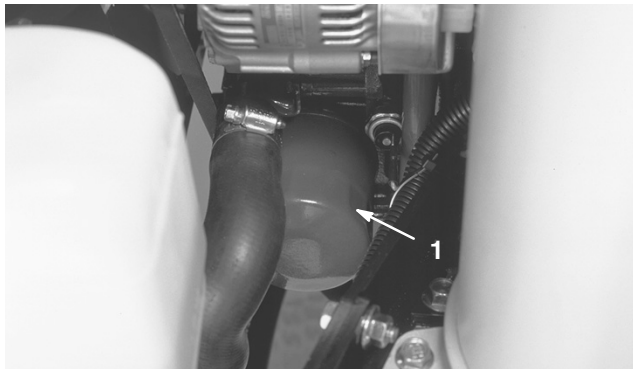

Bild 41
2. Entfernen Sie den Motorölfilter (Bild 41). Ölen Sie die neue Dichtung am Ölfilter leicht mit frischem Öl ein, bevor Sie den Filter eindrehen. **Ziehen Sie nicht zu fest.**